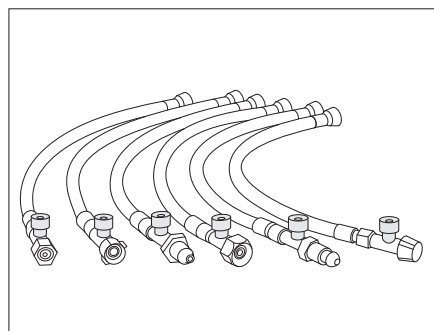

Bild 86 Hochdruckschläuche mit Schlauchbruchsicherung (länderspezifische Varianten)
- Grünen Knopf am Hochdruckschlauch (Bild 86) kräftig drücken.